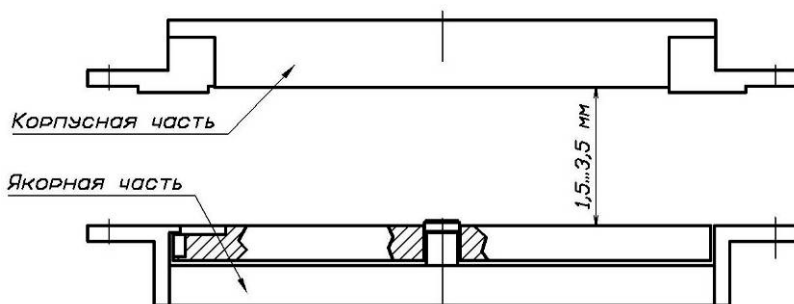

Рис. 5
- 6.4 Допустимый рабочий (эксплуатационный) ЗАЗОР между рабочими поверхностями якорной и корпусной частей после установки и окончательного закрепления элементов ЗАМКА должен находиться в пределах 1,5 – 3,5 мм (рис. 5). Рекомендуемая (оптимальная) величина ЗАЗОРА 2 – 3 мм. При этом необходимо учитывать, что высота выступов в корпусной части составляет 1,5 мм, поэтому при минимальном ЗАЗОРЕ, в процессе закрывания двери, выступы могут слегка касаться поверхности подвижной пластины и скользить по ней. ЗАЗОР обеспечивается за счет установки регулировочных планок (толщиной 0,5 мм) между кожухом и крепежными уголками корпусной и якорной частей.